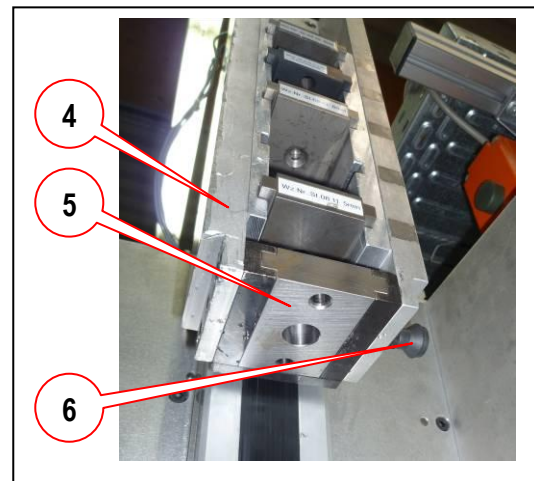

Bild 2
- Ausrichtplatte (5) in die Aufnahme (4) der Fügeinheit einsetzen und mit dem Arretierbolzen (6) verriegeln (**Bild 2**).